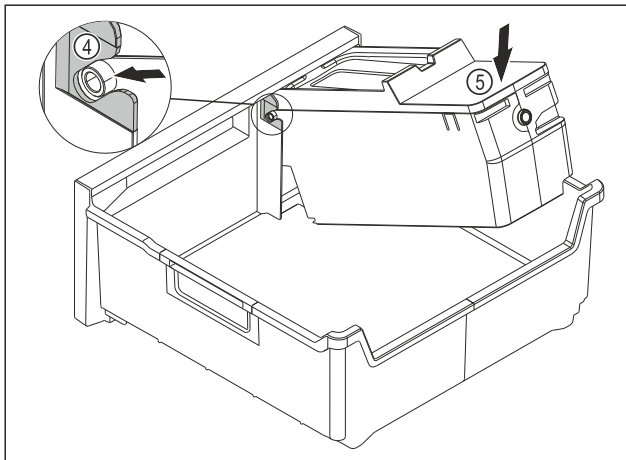

Fig. 176
- ▶ EasyTwist-Ice-corporus monteren: Assen van de EasyTwist-Ice-corporus in de geleidingen Fig. 176 (4) schuiven.
- ▶ EasyTwist-Ice-corporus Fig. 176 (5) achter omlaag drukken.